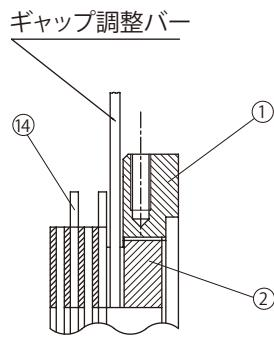

図 8-40
フィールド④側から見て左に回すとギャップが狭くなります。(図 8-40 参照)
- (4) アウターディスク⑭とセンターリング①の間には、取付ボルト③と固定ボルト⑪が交互に 6 本ずつ通っているため、ギャップ調整バーを回していくとそれらのボルトに当たります。ギャップ調整ネジ②には 8 等配の溝があり、ギャップ調整バーがボルトに当たるごとに(3)を繰り返して、ギャップ G を規定値に調整します。
- (5) ストッパー⑯を、規定ギャップに最も近い溝とネジ穴の点を選び取り付けてください。
- (6) ブレーキの手動解放を元の状態に復帰させた後、電源を入・切してブレーキ動作を確認してください。
- (7) ブレーキカバー⑪、Vリング⑫、ファン⑦、ファンセットボルト⑩、カバー⑧、屋外カバー②を取り付けます。この時ファンセットボルト⑩には、スリーボンド TB2365 を塗布してください。